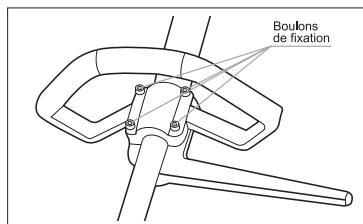

fig. 2
- Placez le dispositif sur la surface plane, solide et propre. A l'aide d'une clé dévissez l'anneau de montage. Placez le guidon au dessus de l'arbre de transmission et fixez-le à l'aide d'un anneau de montage (fig. 2). Serrez fortement les vis.